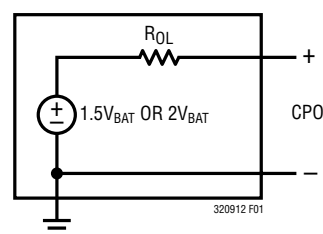

図1. チャージポンプの開ループのテブナン等価回路
LTC3209-1/LTC3209-2が1.5倍モードと2倍モードのいずれかで動作する場合、チャージポンプをテブナンの等価回路としてモデル化し、実効入力電圧と実効開ループ出力抵抗(R_{OL})から利用可能な電流量を求めることができます(図1)。
3.1Vの電源で白色LEDをドライブする例について考えて見ます。LEDの順方向電圧が3.8Vで、電流源が100mAを必要とする場合、1.5倍モードのアドバンテージ電圧は $3.1V \cdot 1.5 - 3.8V - 0.1V$ 、つまり750mVです。入力電圧が3.2Vに上昇すると、アドバンテージ電圧は900mVに跳ね上がり、利用可能な能力が20%向上することに注目してください。図1から、1.5倍モードの利用可能な電流は次式で与えられます。